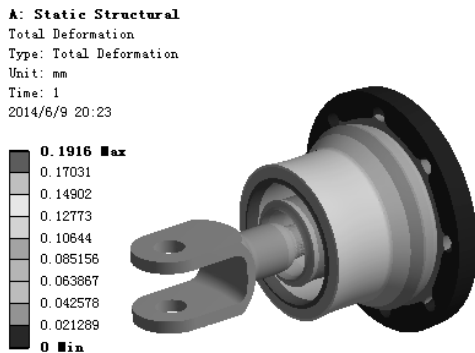

图 7.10.10 位移变形结果图解
(3) 查看位移变形结果图解。在“Outline”窗口中选中  **Total Deformation**，查看图 7.10.10 所示的位移变形结果，其最大位移为 0.1916 mm。